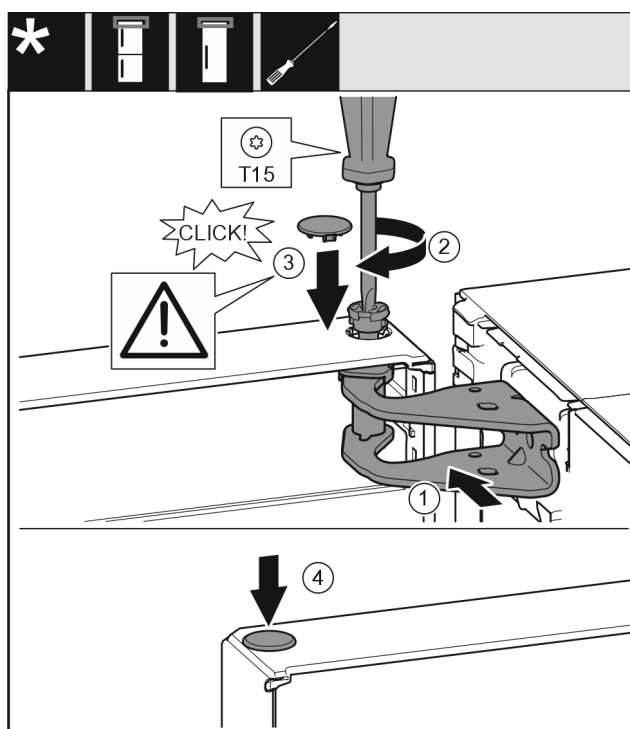

Fig. 24
- 将门的上方对准托架中的开口。 Fig. 24 (1)
- 放入螺栓 Fig. 24 (2) 并用螺丝刀拧紧。
- 安装冰箱门安全装置的安全盖 Fig. 24 (3)：放入安全盖并检查其是否在门上。此外将螺栓完全插入。
- 放上堵头 Fig. 24 (4)。